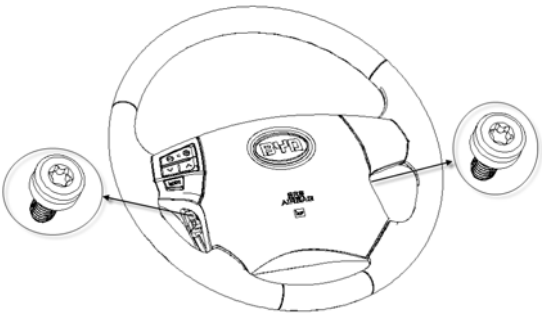

图 5.2—4
① 打开转向盘两侧小护盖，用套筒扳手或者螺丝刀，松开两个螺钉，直至螺钉头周边卡在螺钉壳体内，如图5.2—4所示用
② 从转向盘中拉出喇叭按钮总成，如图5.2